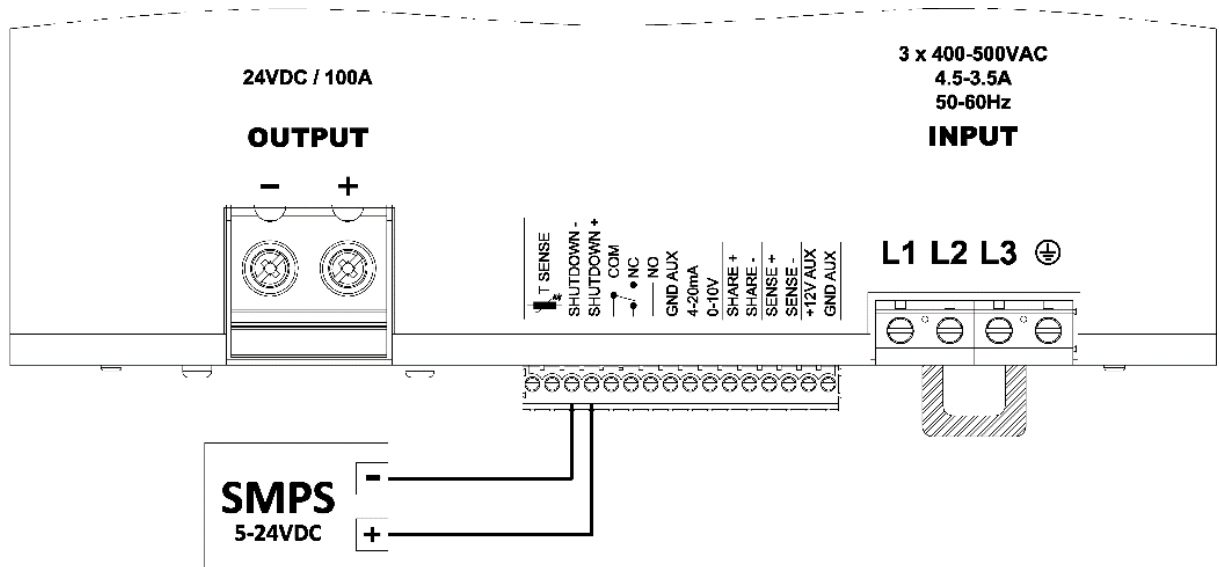

Abbildung 15: Anschluss des Fernabschalteingangs mit externem Signal
2. **Externer Schalter oder Relaiskontakt:** Durch den Anschluss eines externen Schalters oder Relaiskontakts, wie in Abbildung 15 dargestellt, kann der Ausgang des CPSB3-2400 durch alleiniges Einwirken auf den Schalter oder Relaiskontakt EIN oder AUS geschaltet werden.